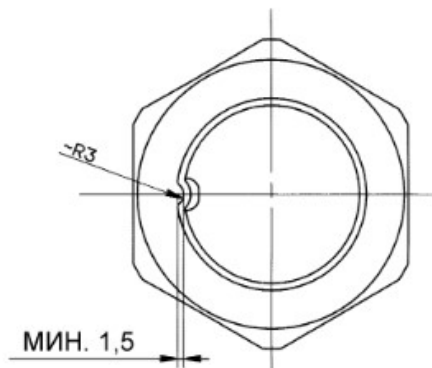

Рис. 6.21. Фиксация стопорной гайки
11. Выполнить протяжку гаек рулевых наконечников с моментом  $6..8 \text{ кгс*м}$  и гайки крепления сошки с моментом  $31,6...33,7 \text{ кгс*м}$ . Закернить стопорную гайку, как показано на Рис. 6.21.